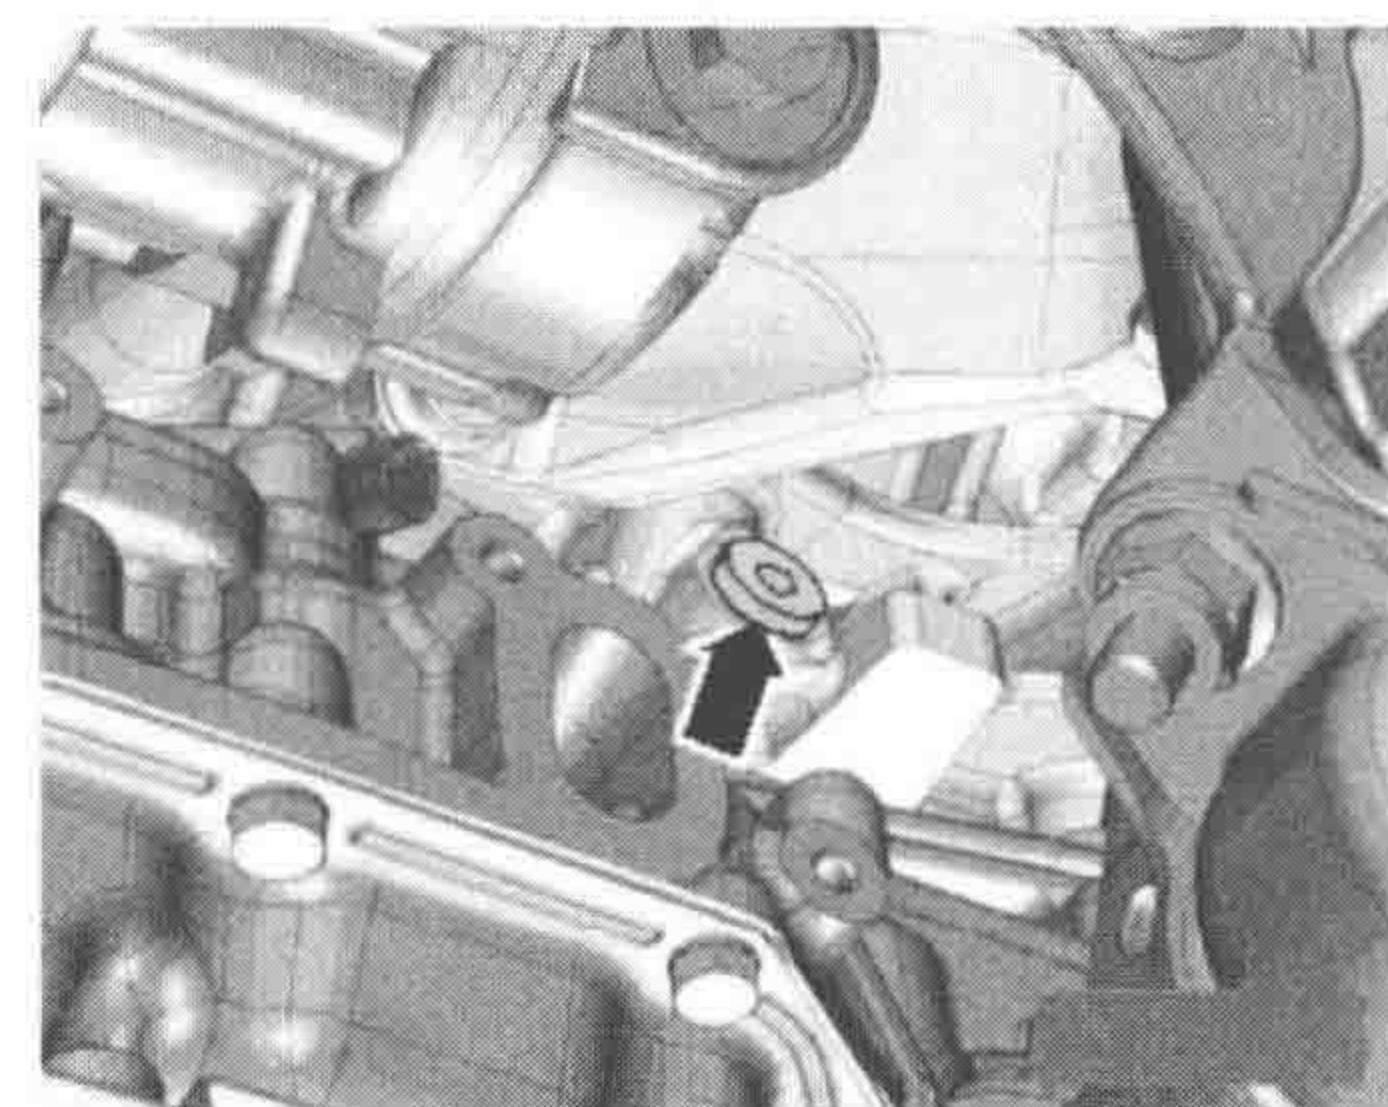

图 1-1-13
(5) 如图 1-1-13 所示, 将曲轴上止点标记螺旋塞从气缸体中拧出。